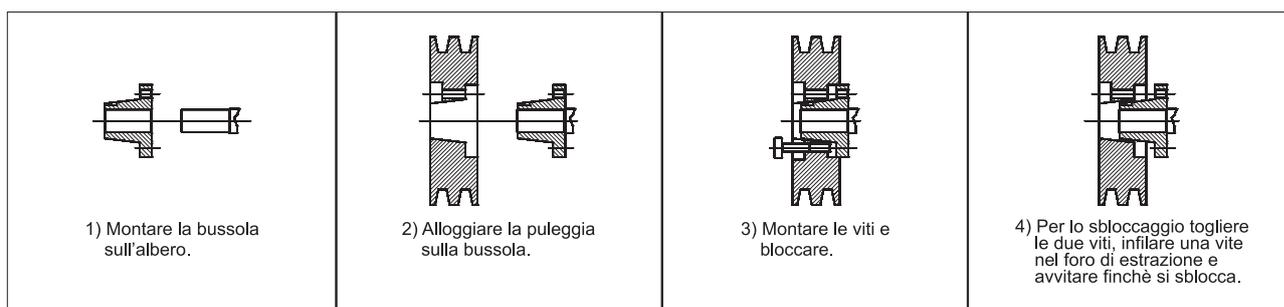

FIG. 25 (Montaggio delle pulegge)
**5.6.3- Montaggio del motore elettrico (Esecuzione 12 - 9 Sistemazione 18 - 19) (FIG. 25)****⚠ ATTENZIONE**
Avvitato il motore elettrico si procede con il corretto montaggio delle pulegge (v. istruzioni di montaggio FIG. 25).